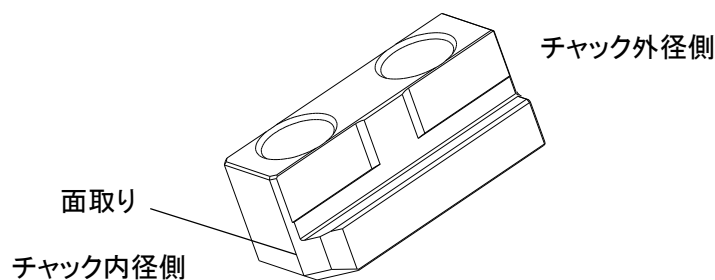

図 14-1 Tnut-Plus
DLR チャックにはオプション品として図 14-1 のような Tnut-Plus が用意されています。
**Tnut-Plus は、面取りがある側をチャック内径側にして取り付けること。(図 14-1 参照)**